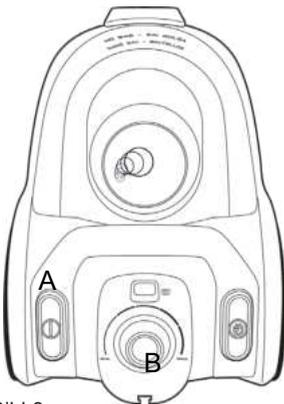

Bild 8
4. Stellen Sie die gewünschte Saugleistung am Saugleistungsregler “- / +” durch Drehen an (**B**) ein. (Bild 8)